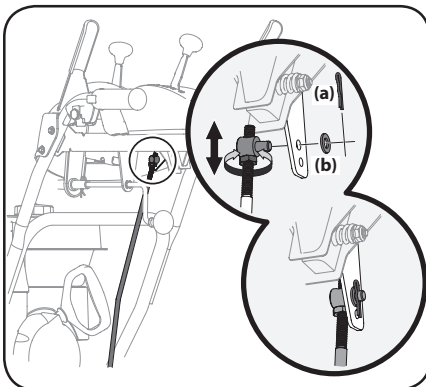

Figura 4-7
2. Extraiga el pasador de chaveta (a) y la arandela (b) de la férula de ajuste de la varilla de cambios y extráigala de la palanca de cambios. Consulte la Figura 4-7.
4. Gire la férula hacia arriba o hacia abajo en la varilla de cambios según sea necesario hasta que quede alineada con el orificio superior de la palanca de cambios. Consulte el recuadro de la Figura 4-7.